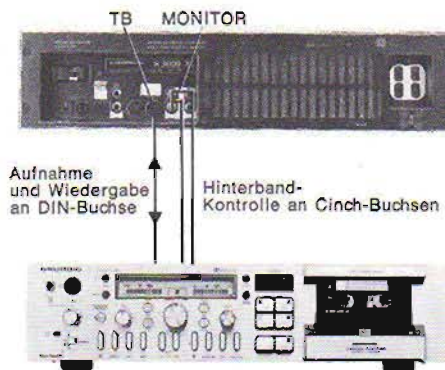

Abb. 5
Die Monitor-Buchsen werden mit Cinch-Kabel mit der entsprechenden Buchse des Tonbandgerätes verbunden. Wird nun während einer Tonbandaufnahme Taste MONITOR (Pos. ⑱) gedrückt, so geht die Aufnahme ohne Unterbrechung weiter, lediglich der Receiver wird jetzt auf die Monitor-Buchse gelegt. Damit ergibt sich die bestmögliche Kontrolle des soeben aufgezeichneten Programms. Durch Umschalten mit der Taste MONITOR ist also ein direkter Vergleich zwischen Original und Mittschnitt möglich. Die Abbildung 5 zeigt das Anschlußschema für TB-Aufnahme.